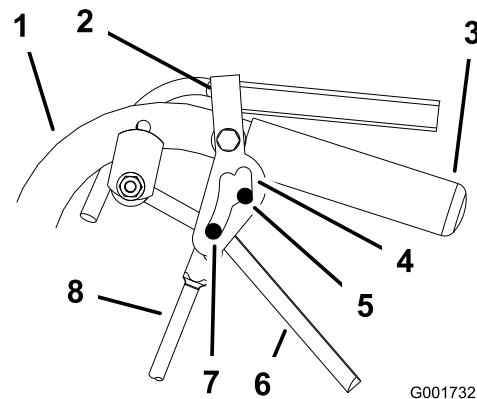

Figure 38
5. Déverrouillez et verrouillez le point mort en vérifiant que la roue ne tourne pas (Figure 38). Continuez cette procédure jusqu'à ce que la roue arrête de tourner.